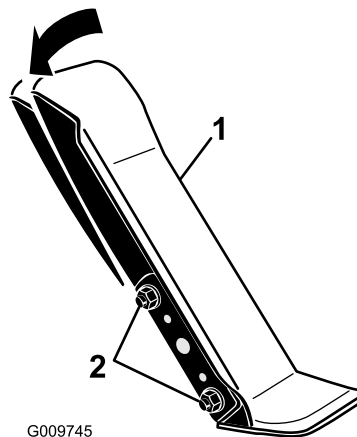

Figura 59
1. Afloje las 2 tuercas y pernos que fijan el lado izquierdo del pedal de tracción al soporte (Figura 59).
2. Ajuste el ángulo del pedal y apriete las tuercas (Figura 59).